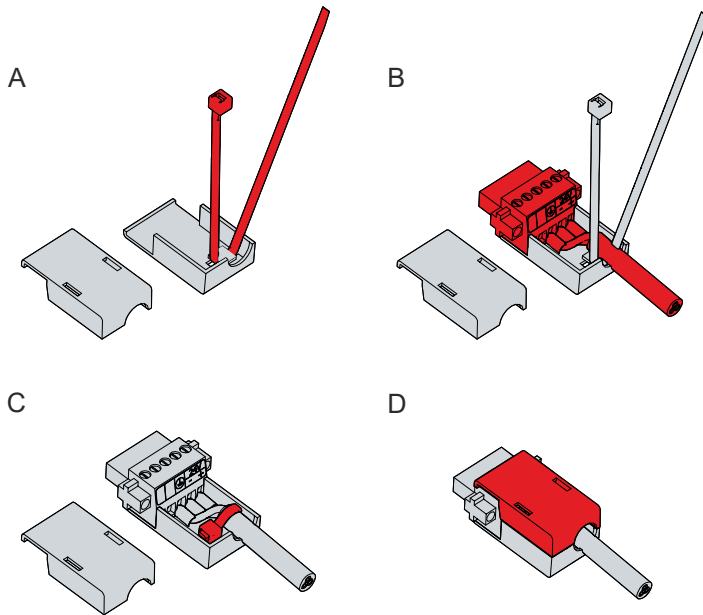

Abb. 14: Montage Zulentlastungsgehäuse
1. Biegen Sie mit den Fingern die Rastnasen am Unterteil leicht nach außen (siehe Abb. 14).